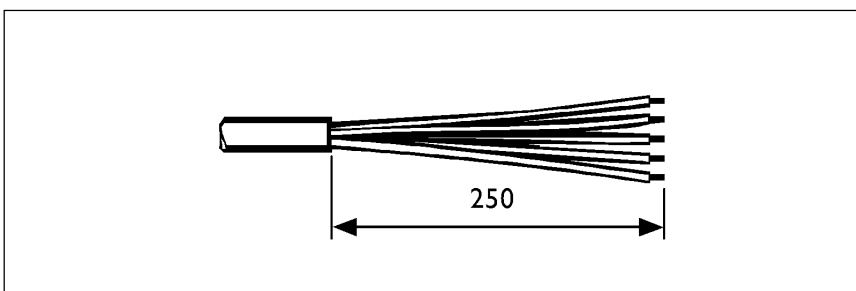

рис. 10
- Подготовить электрокабель (рис.10).